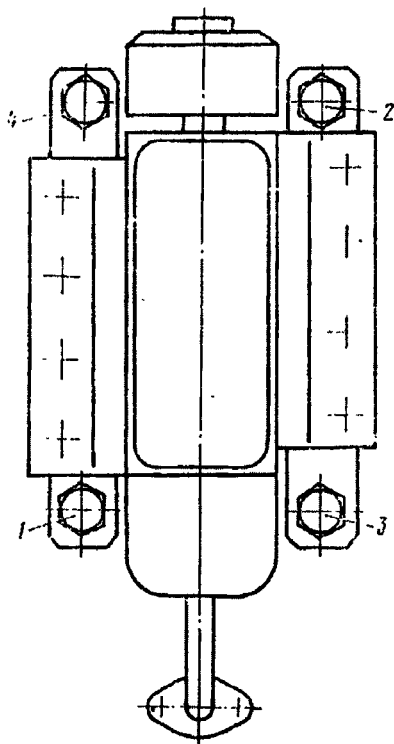

Рис. 8. Порядок затяжки болтов (1...4) крепления топливного насоса высокого давления
16. Выверните болты и снимите трубку слива масла из ТНВД 17. Выверните болты 1—4 крепления ТНВД в порядке, указанном на рис. 8. Снимите ТНВД	Сменная головка 13 мм, ключ 13 мм, вороток Сменная головка 13 мм, ключ 13 мм, вороток
18. Проверните коленчатый вал до положения, соответствующего началу впрыскивания топлива в первом цилиндре (фиксатор находится в зацеплении с маховиком, при этом метка 1 на заднем фланце 5 (см. рис. 7) ведущей полумуфты привода должна находиться сверху) 19. Установите ТНВД в развал блока двигателя, совместив предварительно метки II и III на корпусе насоса и муфте опережения впрыскивания топлива 20. Установите и закрепите ТНВД болтами с пружинными шайбами в порядке, указанном на рис. 8 21. Установите трубку слива масла из ТНВД с фланцами и уплотнительными резинковыми кольцами и закрепите болтами с пружинными шайбами 22. Не нарушая взаимного расположения меток, затяните верхний болт 3	— — Сменная головка 13 мм, вороток Сменная головка 13 мм, ключ 13 мм, вороток Сменная головка 17 мм,